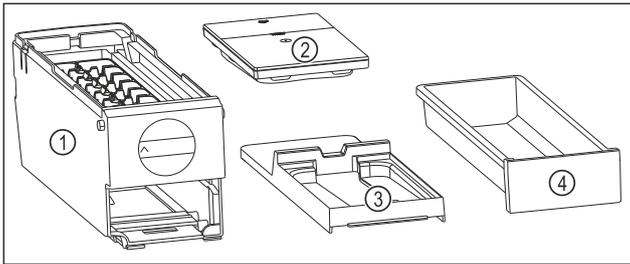

Fig. 143 Componentes del EasyTwist-Ice
- ▷ El EasyTwist-Ice está desmontado en cuatro piezas. (consulte Fig. 143)
- ▶ Desmontar el EasyTwist-Ice solo en los componentes mostrados. (consulte Fig. 143)
- ▶ Limpiar el cuerpo del EasyTwist-Ice Fig. 143 (1) en su totalidad.